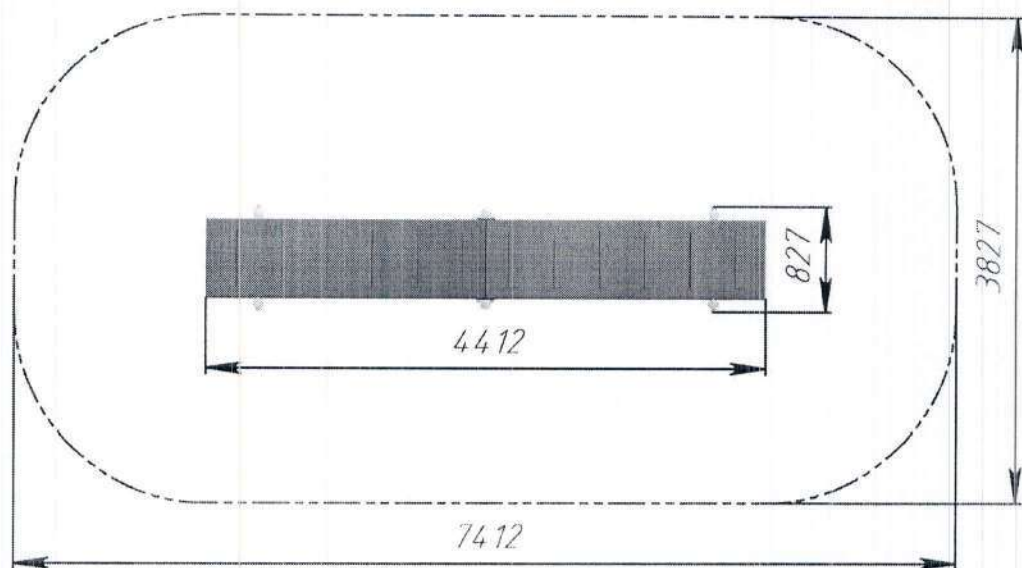

Рис.2 Безопасная зона приземления Эстакады РТР 729Е-01
12.4. Монтаж эстакады проводится на ровной площадке, свободной от насаждений. Размер площадки должен обеспечить безопасную зону приземления вокруг эстакады в соответствии с рис. 2.